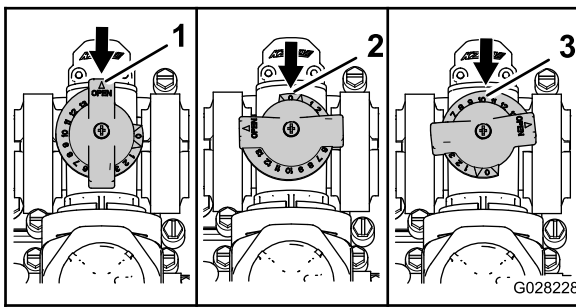

Bild 48
- Das Rührwerksicherheitsventil ist in der ganz GEÖFFNETEN Stellung, wie in A in Bild 48 abgebildet.
- Das Rührwerksicherheitsventil ist in der ganz GESCHLOSSENEN (0) Stellung, wie in B in Bild 48 abgebildet.
- Das Rührwerksicherheitsventil ist in einer MITTLEREN Stellung (relativ zum Druckmanometer für das Sprühsystem eingestellt), wie in C in Bild 48 abgebildet.